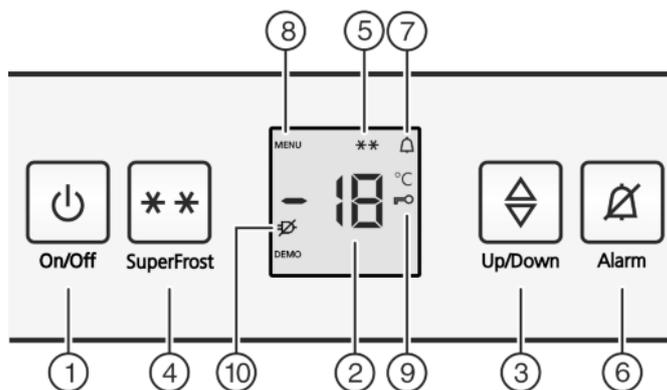

Fig. 2
- Appuyez sur la touche marche/arrêt Fig. 2 (1).
- ▶ Activer le mode de réglage : appuyer sur la touche SuperFrost Fig. 2 (4) pendant env. 5 secondes.
- ▷ Le symbole Menu Fig. 2 (8) apparaît dans l'affichage.
- ▶ Confirmez en appuyant brièvement sur la touche SuperFrost Fig. 2 (4).
- ▷ Le symbole Sécurité enfants Fig. 2 (9) s'allume dans l'affichage.
- ▶ Appuyer brièvement sur la touche On/Off Fig. 2 (1).
- ▷ Le symbole Sécurité enfants Fig. 2 (9) s'éteint.
- ▶ Appuyer sur la touche Alarme Fig. 2 (6).
L'affichage de la température clignote en même temps que le symbole Alarme Fig. 2 (7).
L'avertisseur sonore s'éteint automatiquement et le symbole Alarme Fig. 2 (7) et l'affichage de température arrête de clignoter lorsque la température est de nouveau suffisamment froide.